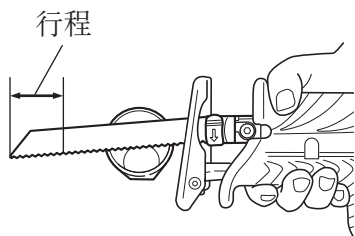
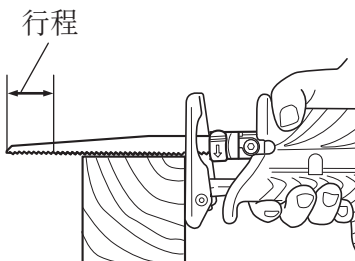

图 15
图 16
- 请选择长度最适当的刀刃。理论上，减去行程量后从刀刃座突出的刀刃长度应大于材料。（参照图 15 和图 16）